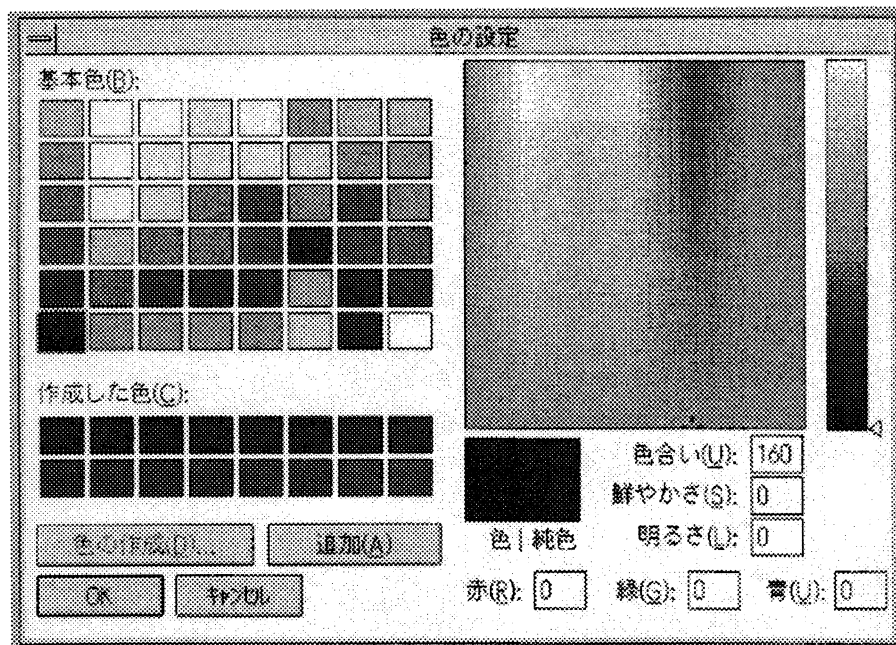

図 4-23
- * 「Edit」 ボタン : 「色の設定」ウインドウ（図4-23）が開きます。
・「色の設定」ウインドウ (図4-23) :